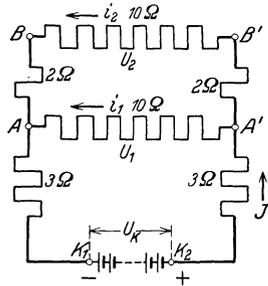

Abb. 16. Schaltung von Widerständen zu Aufgabe 75.
75. Eine Stromquelle erzeugt zwischen den Klemmen $K_1 K_2$ eine Spannung von 110 [200] V (Abb. 16). Die Widerstände der einzelnen Leiterstücke sind: $\overline{K_1 A} = 3 [2] \text{ } \Omega$, $\overline{AB} = 2 [0,5] \text{ } \Omega$, $\overline{AA'} = 10 [20] \text{ } \Omega$, $\overline{BB'} = 10 [15] \text{ } \Omega$, $\overline{B'A'} = 2 [0,5] \text{ } \Omega$ und $\overline{A'K_2} = 3 [2] \text{ } \Omega$. Gesucht: